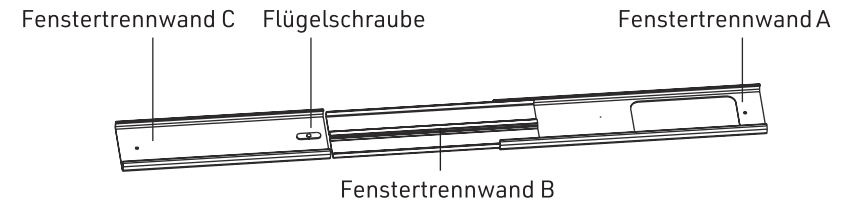

Abb. 5
- 6.) Wie in Abb. 5 gezeigt, setzen Sie die Fenstertrennwand C von der Seite in die Fenstertrennwand B ein (der Flügelschraubenkopf muss in den Schlitz der Fenstertrennwand B gesteckt werden) und passen Sie die Montagelänge nach Bedarf an;